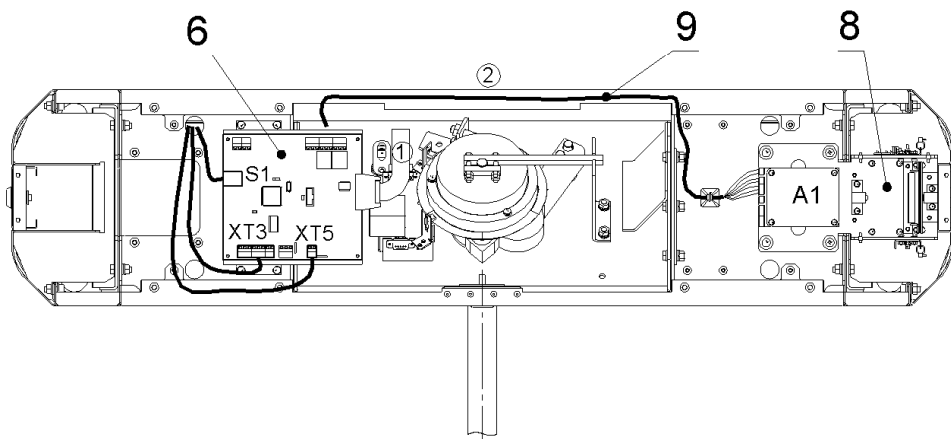

Рисунок 7 — Схема прокладки кабелей в стойке КТС01:
Для переустановки механизма картоприемника (8, рис.7) на противоположную сторону, т.е. на сторону считывателя А3 (см. рис.7), необходимо выполнить следующие действия:
- снимите крышку (3) в порядке, указанном в разделе 6.1;
- извлеките контейнер картоприемника (12), открыв замок (13);
- извлеките заглушку (14) с противоположной стороны, открыв замок (15);
- демонтируйте торцовые крышки (9, 10); каждая крышка крепится двумя винтами М4х16 и двумя шурупами  $\varnothing 4,2 \times 19$  снизу со стороны контейнера (12) или заглушки (14); кабели считывателей, находящихся внутри торцовых крышек, от платы контроллера (6, рис.7) не отсоединяйте;
- демонтируйте заглушку (11) из торцовой крышки (9) и установите ее в торцовую крышку (10); заглушка крепится двумя шурупами  $\varnothing 2,9 \times 9,5$ ;
- отсоедините кабель картоприемника (9, рис.7) от платы картоприемника (8, рис.7);
- подсоедините кабель картоприемника (9, рис.7) к плате картоприемника (8, рис.7) согласно схемам рис.А.1 (см. приложение А) и рис.3.2;
- установите в рабочее положение контейнер картоприемника (12) со стороны механизма картоприемника, а заглушку (14) — с противоположной стороны;
- установите крышку (3) в рабочее положение (см. раздел 6.1)